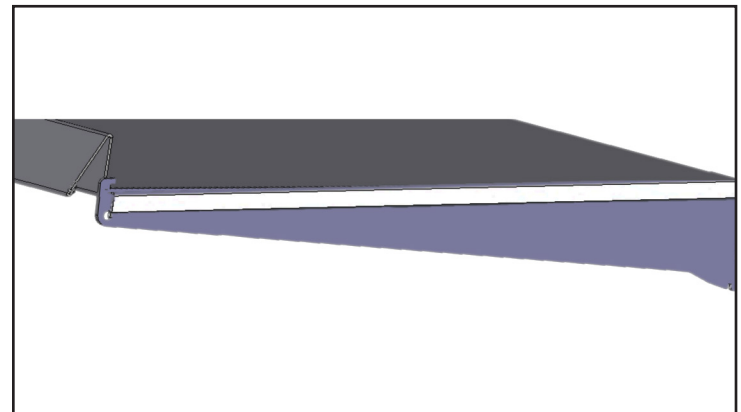

Fig. 3. Instalación correcta de los estantes
- c. Una vez que el estante haya liberado la lengüeta de soporte, deslice el estante hacia adelante hasta que el frente del estante esté debajo de la lengüeta de soporte del estante. Si se instala correctamente, el estante se apoyará entre las áreas con muescas de los soportes del estante. Ver la fig. 3.